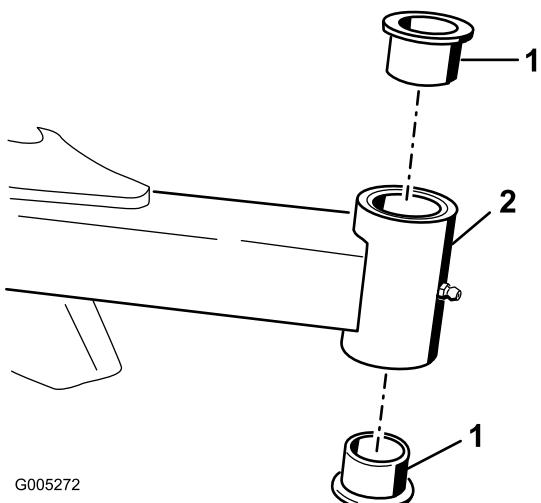

Figure 17
4. Insérez un chasse-goupille dans le haut ou le bas du tube de montage et chassez la bague hors du tube (Figure 17). Chassez ensuite l'autre bague. Nettoyez l'intérieur des tubes de montage.